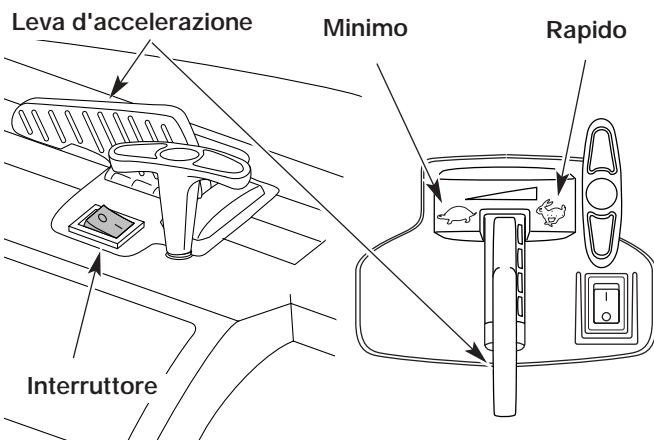
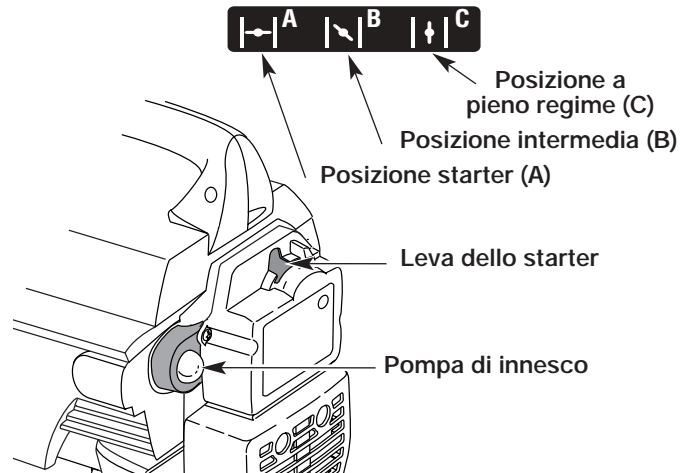
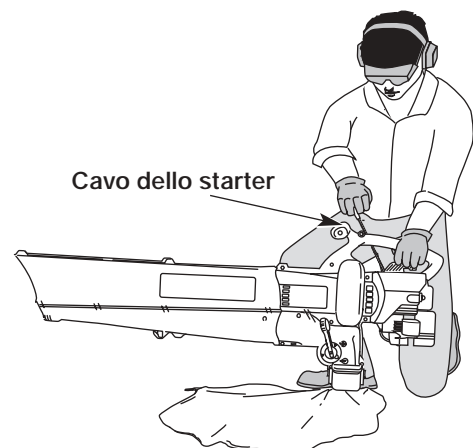

Fig. 10
Fig. 11
Fig. 12
**NOTA:** L'interruttore di accensione è di tipo a posizione instabile e si trova sempre nella posizione di ON (I) (Fig. 10).
3. Premere e rilasciare da 10 volte la pompa di innesco, lentamente e completamente. Il carburante deve essere visibile nella pompa (Fig. 11), in caso contrario, premere ancora tre volte fino a quando non appare.
4. Porre la leva dello starter in posizione starter (A) (Fig. 11).
5. Quando l'apparecchio è adagiato al suolo, far passare la leva d'accelerazione in posizione rapida (☛) (Fig. 10).
6. Tirare energicamente il cavo dello starter (Fig. 12) e ripetere questo movimento fino a quando il motore non si avvia (in generale si avvia dopo 2/5 tentativi).
7. Porre la leva dello starter in posizione intermedia (B) (Fig. 11).
**NOTA:** L'apparecchio non funziona in posizione starter (A).
8. Per avviare il motore tirare energicamente il cavo dello starter da 1 a 3 volte (Fig. 12).
10. Lasciare scaldare il motore per 5/10 secondi. Porre la leva dello starter in posizione a pieno regime (C) (Fig. 11).
**NOTA:** Se durante il tentativo di avvio il motore si ingolfia, mettere la leva dello starter in posizione a pieno regime (C). Mettere la leva d'accelerazione in posizione rapida (☛) (Fig. 10). Tirare energicamente il cavo dello starter. Il motore deve avviarsi dopo 3 (tre) a 8 (otto) tentativi.
**NOTA:** Non è necessario utilizzare lo starter per avviare un motore caldo. Mettere la leva dell'acceleratore nella posizione veloce (☛) (fig. 10) e avviare l'unità con lo starter nella posizione PARZIALE (B) (fig. 11).
1. Mettere la leva d'accelerazione in posizione di minimo (☛) (Fig. 10). Lasciare che il motore si raffreddi facendolo girare al minimo.
2. Tenere premuto l'interruttore di accensione nella posizione di STOP [O] fino a quando il motore non si è arrestato completamente (fig. 10).
1. Mettere l'interruttore in posizione ARRESTO [O] (Fig. 10) ed attendere che il rotore smetta di girare.